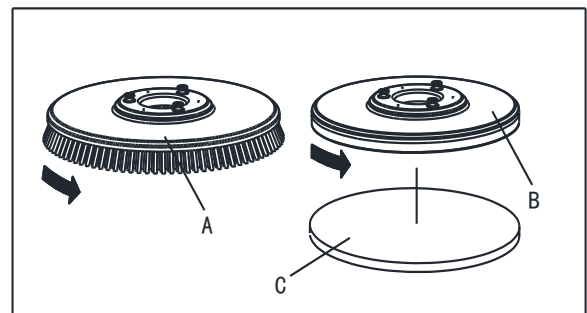

Figura 5
Instale el cepillo (A, Figura 5) o el porta-discos (B y C, Figura 5) según el tipo de suelo a limpiar.
1. Inserte la llave de ignición (35) y gírela a la posición «O».
2. Levante la plataforma pisando el pedal (9).
3. Gire el regulador de velocidad (40), si lo hay, a la posición de inactivo, moviéndolo en el sentido anti-horario.
4. Coloque los cepillos (A, Figura 5) en el porta-discos (B) debajo de la plataforma (21).
5. Baje la plataforma en los portacepillos/porta-discos pisando el pedal (9).
6. Gire la llave de ignición (35) a «I».
7. Presione el interruptor del portacepillos/porta-discos y el sistema de aspiración (46).
8. Pulse uno de los cepillos/engranajes de marcha adelante (34) para enganchar el portacepillos/porta-discos y a continuación libérela. Si es necesario, repita el procedimiento hasta que los portacepillos/porta-discos estén enganchadas.
9. Si el Paso anterior No.8 resulta ser difícil, recurra al método manual que consiste en girar el portacepillos/porta-discos en la dirección opuesta a la dirección de rotación normal, para que lo desmonte. (como se indica en la Figura 5).